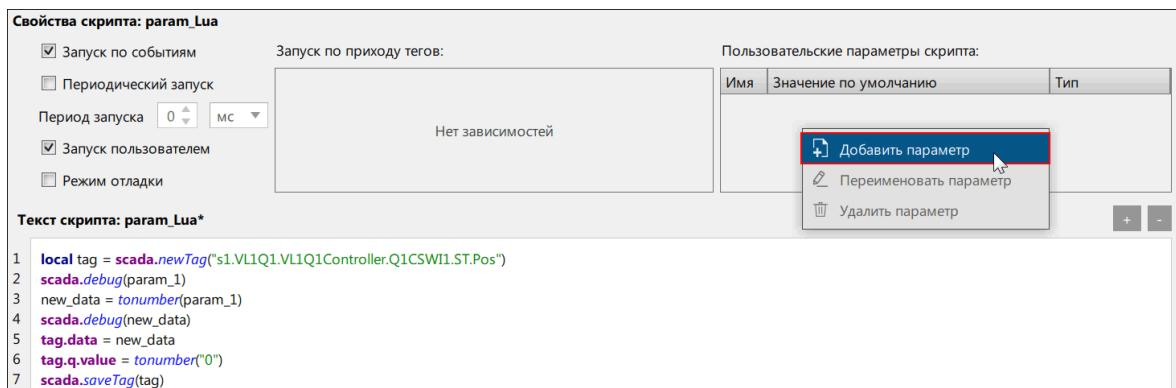

Рисунок 164 - Добавить параметр
2. Нажмите **ЛКМ** в форме для пользовательских параметров скрипта и выберите **Добавить параметр** (Рисунок 164).